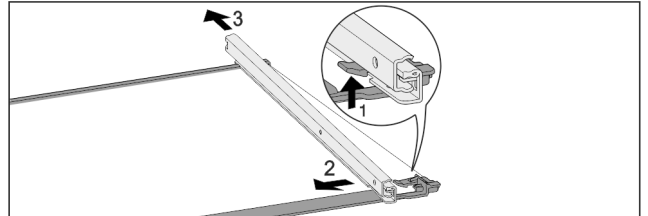

Fig. 40 Tablette en verre avec rails
- ▶ Pousser le crochet d'enclenchement avant vers le bas. Fig. 40 (1)
- ▶ Pousser le rail télescopique vers le côté Fig. 40 (2) et vers l'arrière Fig. 40 (3).